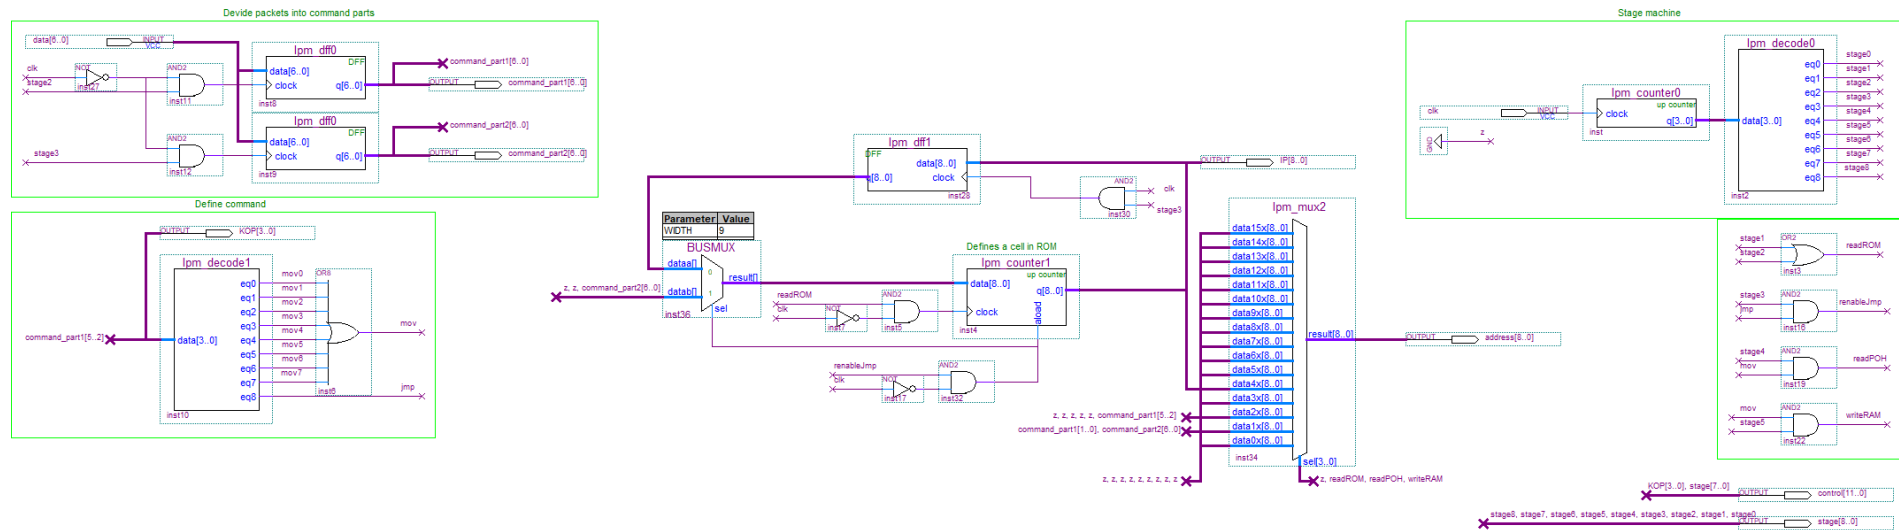

Рисунок 5.2 – Блок управления (DeviceControl)
- блок управления (см. рисунок 5.2): считывание, декодирование и выдача управляющих сигналов для выполнения полученной команды;